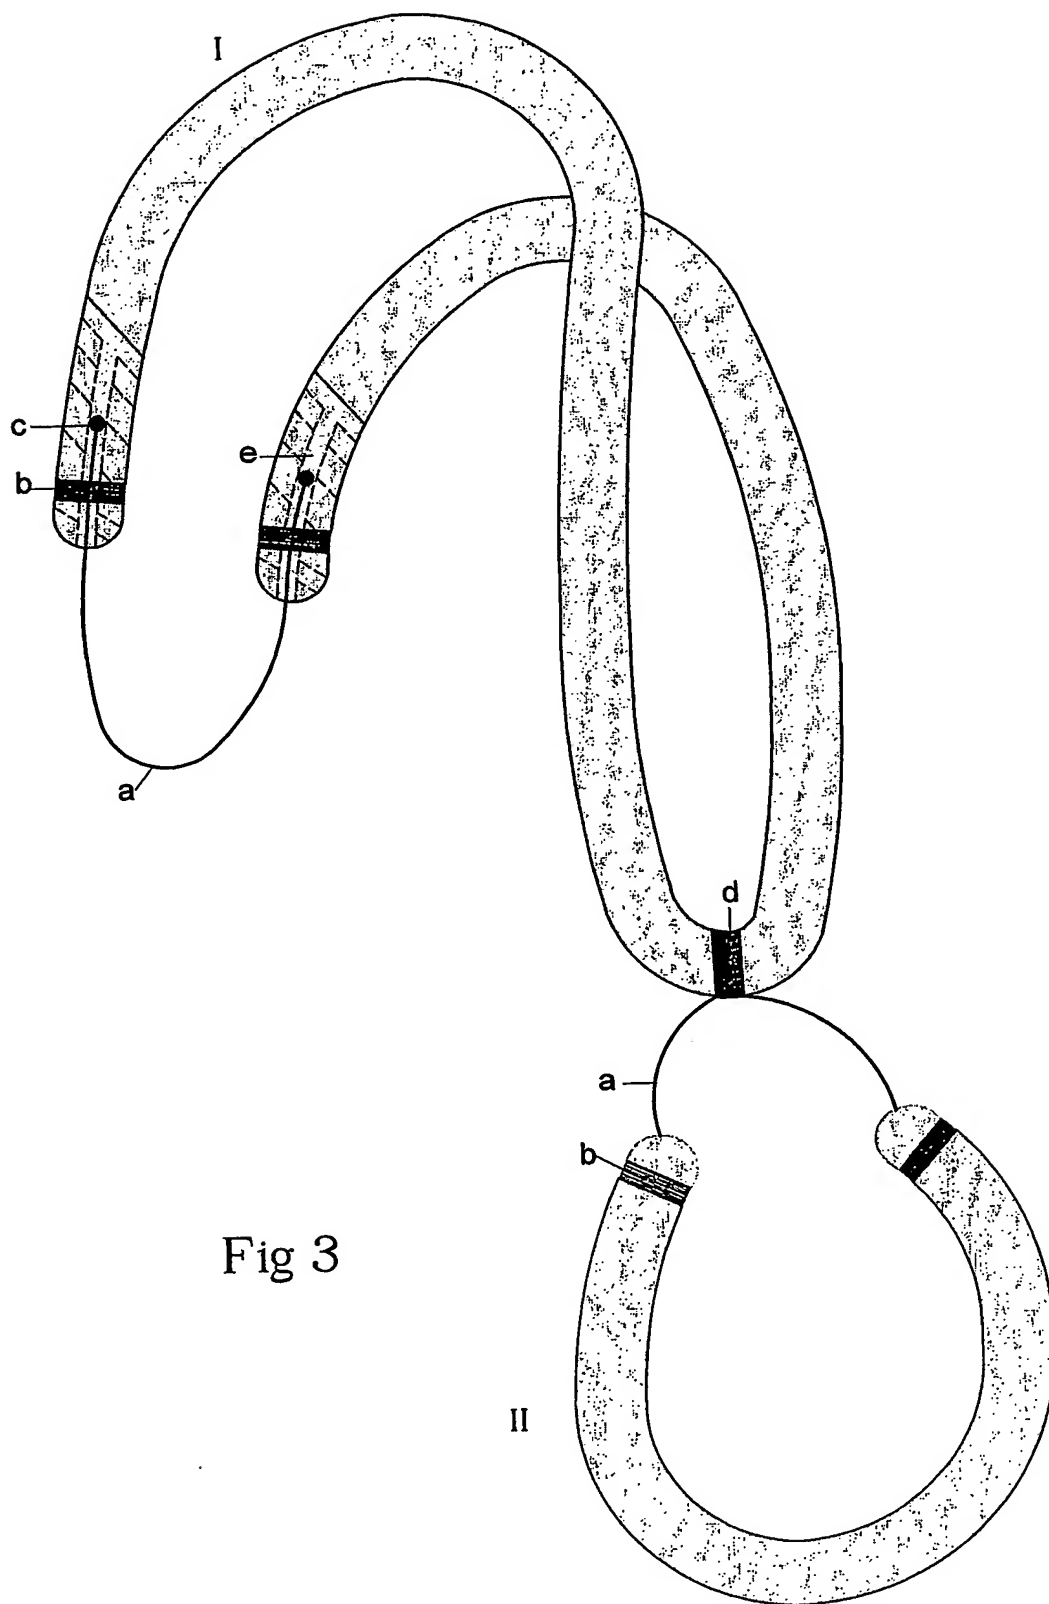

Fig 3
L'invention concerne directement les points A,B,D et (3/10, Fig 3).
Schéma des sandows liés (3/10, Fig3, un seul élastique I et II est représenté).
- 11)- Catapulte selon la revendication n°1, caractérisée en ce que les sandows propulseurs sont liés par une pièce ou ligaturés aux sandows tendeurs (planche 3/10 ; Fig 3). Le nombre d'élastomères, et leurs sections est fonction de la force de chaque individu et de la puissance recherchée pour propulser une flèche d'un calibre donné.